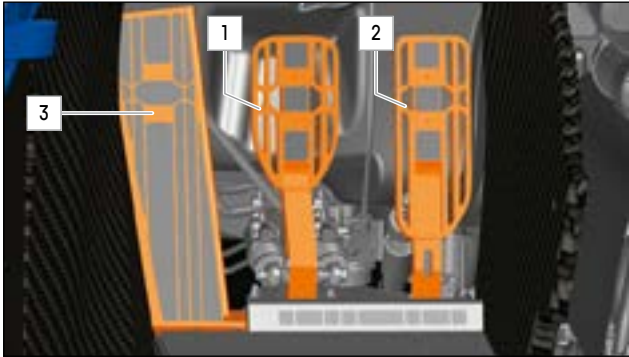

ABB.57 PEDALE AUF DER FAHRERSEITE
- ▶ Drücken Sie mit dem Fuß auf die Ablage 3 (» Abb.57).
- ▶ Betätigen Sie die Entriegelungstaste der Pedalbox 1 (» Abb.57) links neben dem Fahrersitz.